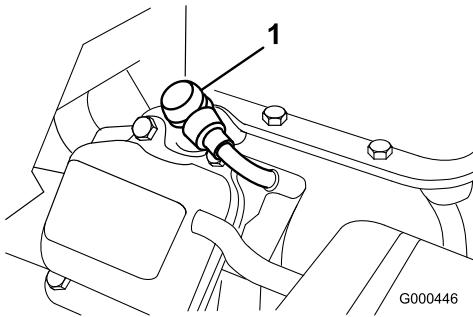

Figura 24
1. Staccate il cappellotto della candela (Figura 24).